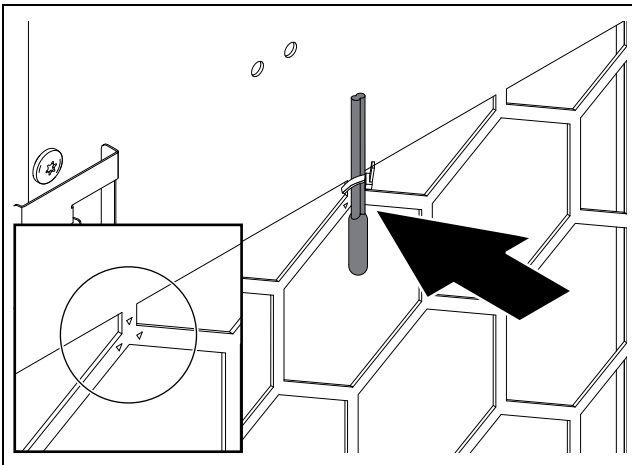

Bild 52: Temperaturgivare framför kallluftsutgången (bilden visar ett exempel)
- Sätt fast temperatursensorn med buntband vid markeringen framför kylaggregatets kallluftsutlopp (bild 52).